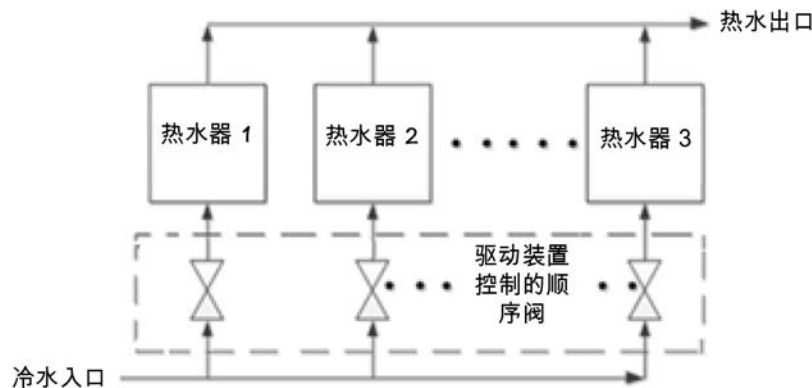

图 8-1. 简单示意图 - 热水锅炉管理 (WHM)
C-More 热水锅炉管理系统 (WHM) 可确保系统中的所有热水锅炉以最高效率运行。它会监控所有打开了顺序阀的热水锅炉的空气/燃料阀位置 (VP)。打开了顺序阀的设备称为启用的设备。关闭了顺序阀的设备称为非启用的设备。因故障或用户干预而无法运行的设备称为离线设备。对热水需求很少或不需要热水时，一台设备的顺序阀将会打开。当系统负荷升高时，WHM 将会打开其他热水锅炉的顺序阀。图 8-1 所示为 WHM 连接了多台热水锅炉的简单示意图。